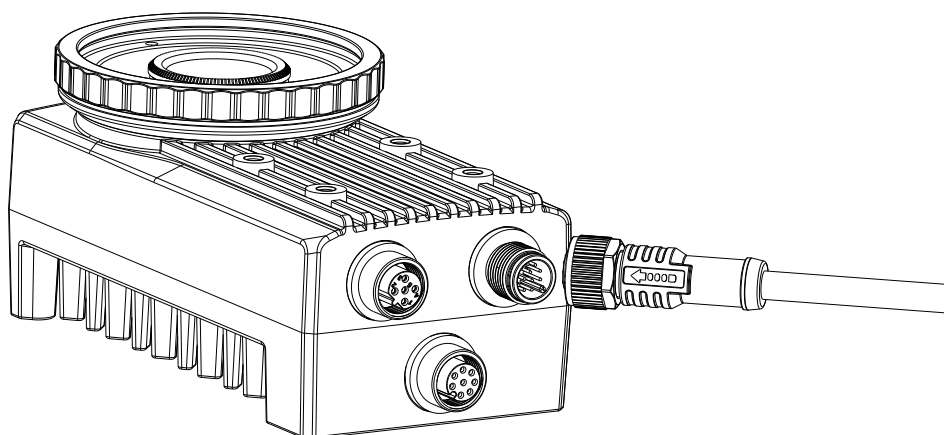

图2-7 设备 I/O 接口
2. 使用 12-pin 电源 I/O 线缆，按照正确的接线方法接在合适的电源适配器或开关电源上给设备供电，如图 2-7 所示，此为不含光源和镜头罩的 X86 开放平台示意图。设备接线请参考 1.4.4 章节 12-pin 电源和 I/O 接口的定义进行接线。